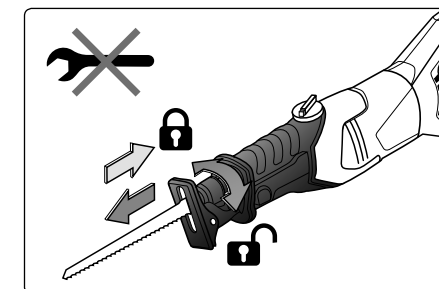

Abb. 8 Installation/Austausch vom Sägeblatt
1. Drehen Sie den selbsthemmenden Spannkopf mit der Hand (ohne Werkzeug) in Pfeilrichtung auf der Abb. 8, damit der Spannmechanismus gelöst wird, und nehmen Sie das Sägeblatt heraus, oder - wenn keines im Kopf steckt - schieben Sie das gewünschte Sägeblatt in den Spannkopf.
2. Drehen Sie danach den selbsthemmenden Spannkopf mit der Hand in Pfeilrichtung auf der Abb. 8, um das Sägeblatt zu spannen. Nachdem Sie das Sägeblatt im selbsthemmenden Spannkopf gespannt haben, prüfen Sie durch Ziehen am Sägeblatt mit der Hand, dass es wirklich im Spannkopf gespannt ist, sonst kann es sich bei der Inbetriebnahme der Säge lösen.